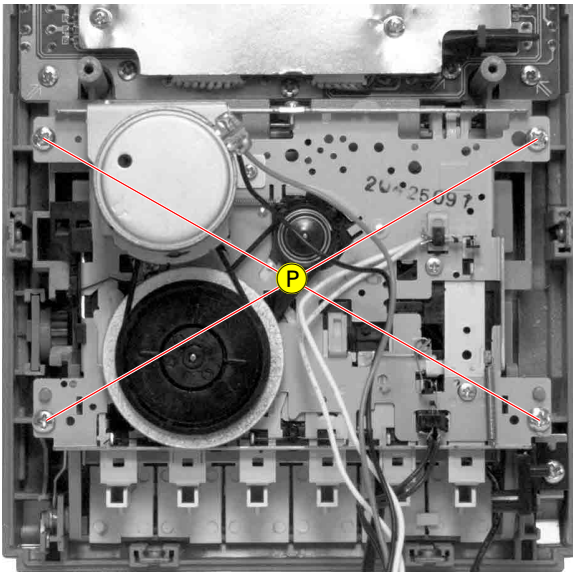

Fig. 13
- 4 Schrauben (P) (Fig. 13) herausdrehen.
- Undo 4 screws (P) (Fig. 13).